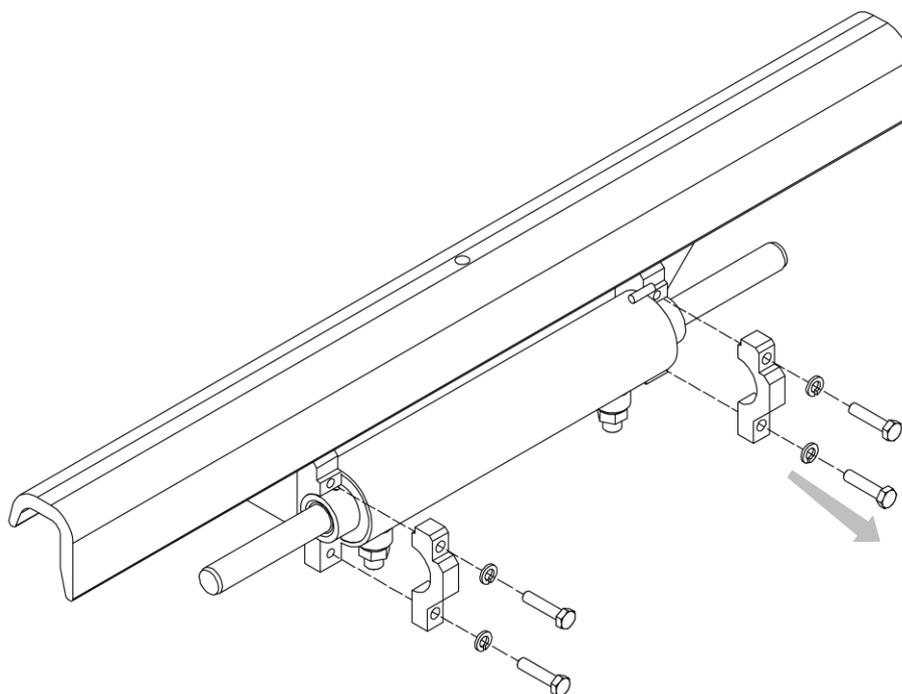

Figure 39
4. Se référer à la *Figure 39*.